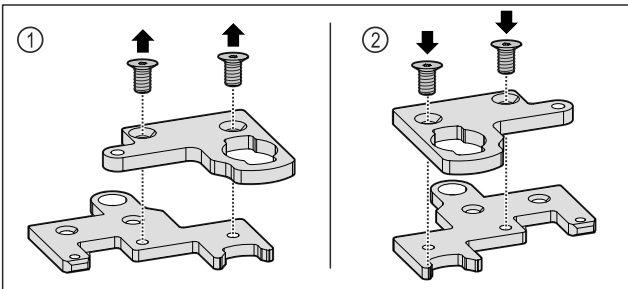

Fig. 35
- Disassemblare l'angolo della cerniera composto da due elementi. Fig. 35 (1)
- Ruotare l'angolo della cerniera composto da due elementi di 180° e rimontarlo. Fig. 35 (2)